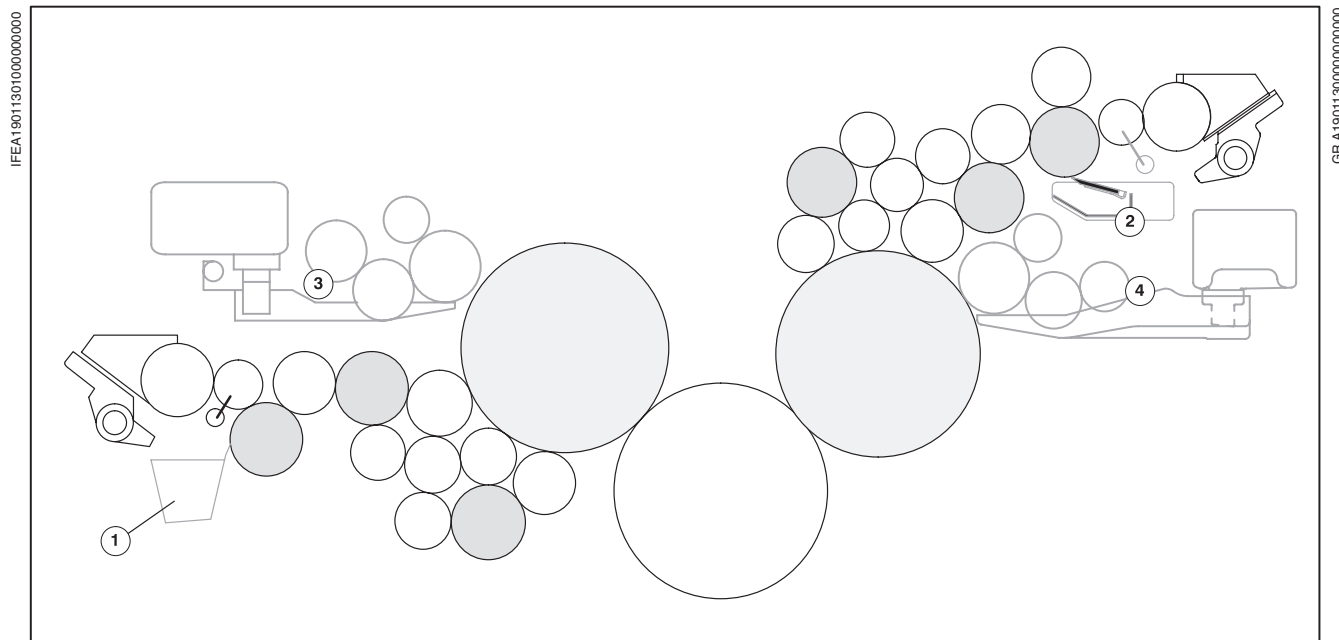

Рис. 1 QM 46-2: схема размещения валков
Рис. 1 показывает схематически красочный аппарат двухкрасочной машины (слева ПС 1, справа ПС 2), а также устройства для смывки красочных валков (Рис. 1/① и ②) и увлажняющие аппараты (Рис. 1/③ и ④).